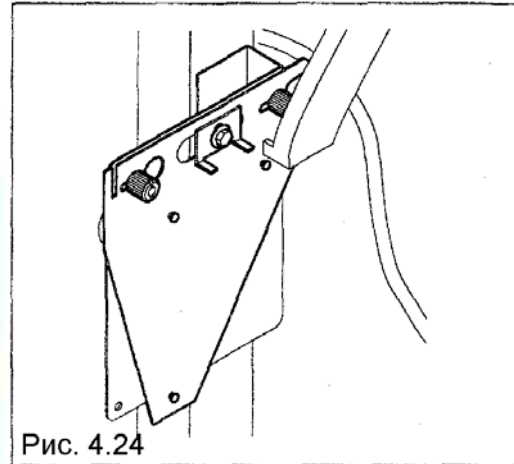

Рис. 4.24
- Снимите с автомата скобу крепления (рис. 4.24)